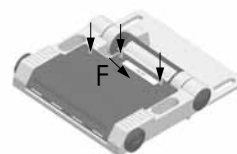

Fig. 4
6. Skruva därefter i de tre skruvarna (fig. 4) och dra fast med åtdragningsmoment 0,6Nm